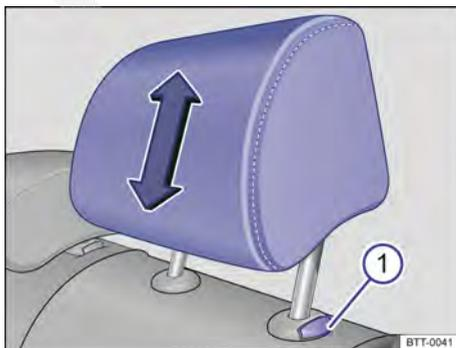

Fig. 107 Desinstalar o apoio para cabeça traseiro.
- Retirar o apoio para cabeça com o botão → Fig. 107  pressionado.